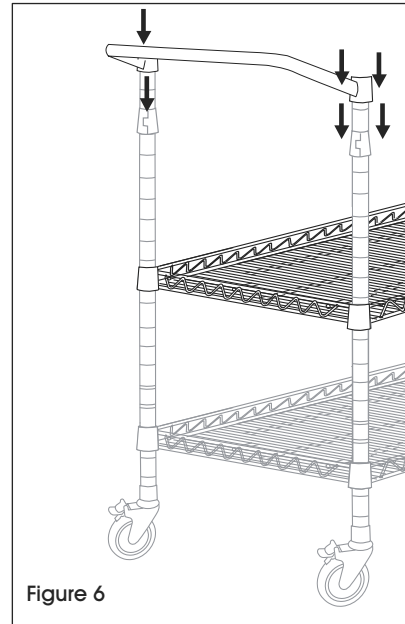

Figure 6
- Snap on two sets of supports onto the same side of wire unit. (See Figure 6)
- Installez deux jeux de supports de tablette sur le même côté de l'unité. (Voir Figure 6)